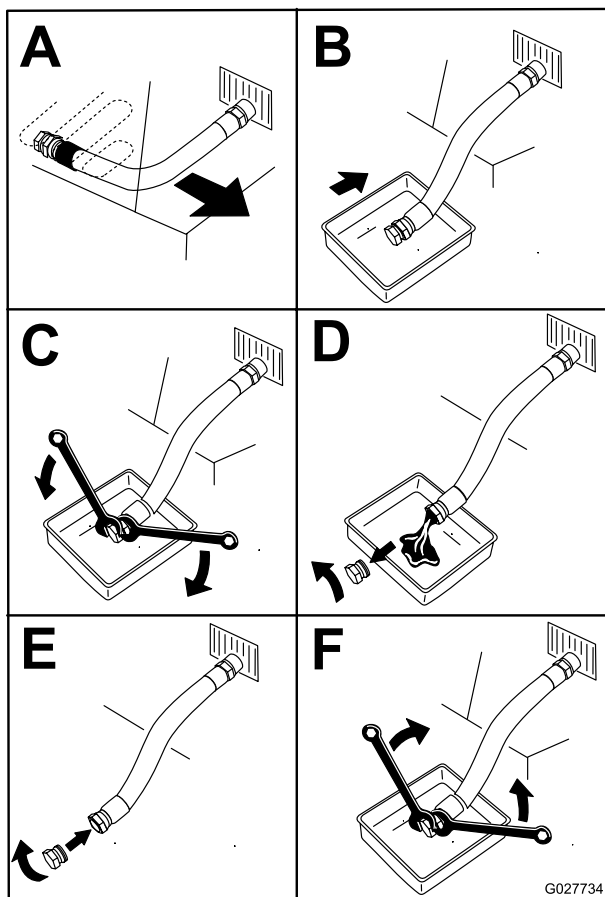

Рисунок 44
5. Слейте масло из двигателя (Рисунок 44).